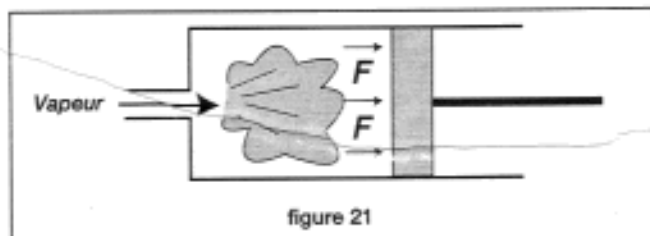

figure 21
- d'un **piston** couissant dans un **cylindre** dans le cas d'une machine alternative (fig. 21).